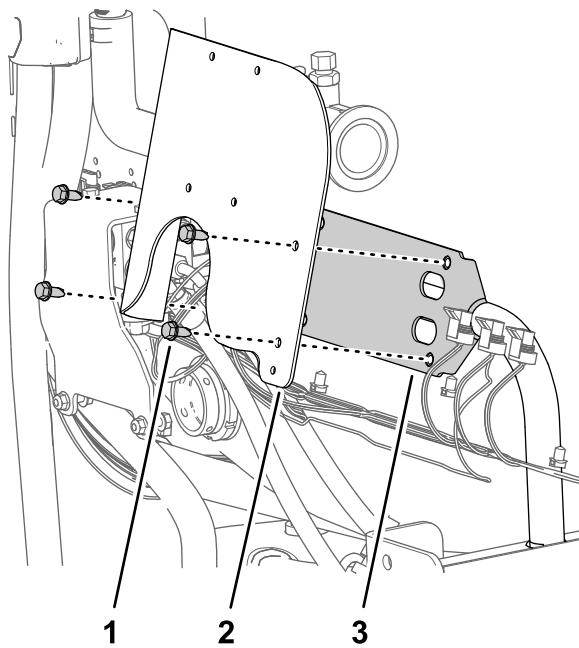

Figura 72
- Alinhe os furos no suporte do fluxímetro com os furos na montagem da válvula (Figura 72).